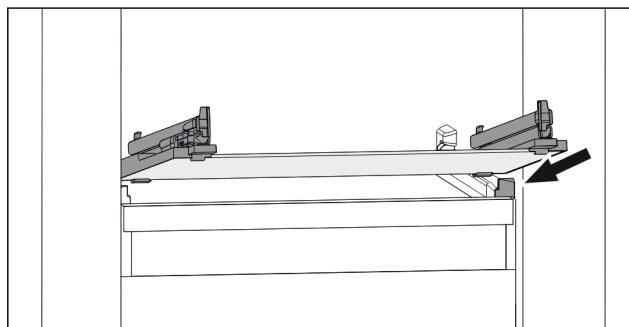

Fig. 115 Príklad zobrazenia sklenenej dosky
- ▶ Nasadíte sklenenú dosku šikmo za zarážkami. (pozri Fig. 115)